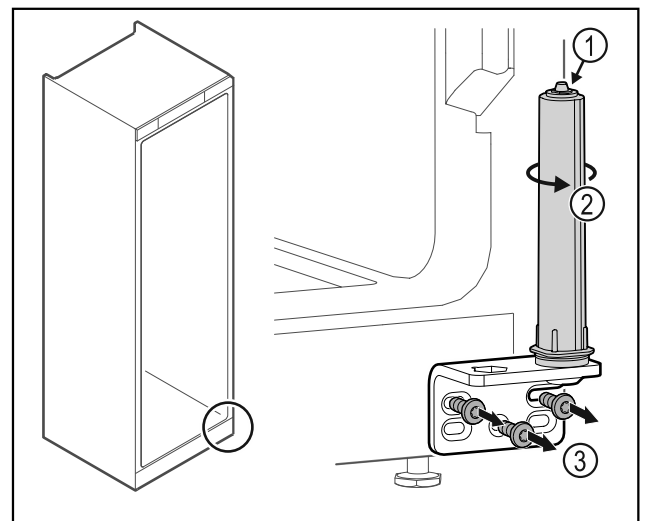

Fig. 28
- Mos e zbërtheni sistemin e mbylljes së derës Fig. 28 (1).
- Rrotulloni sistemin e mbylljes Fig. 28 (2) derisa të kërcasë.
- Lironi vidat e profilin të menteshës Fig. 28 (3).